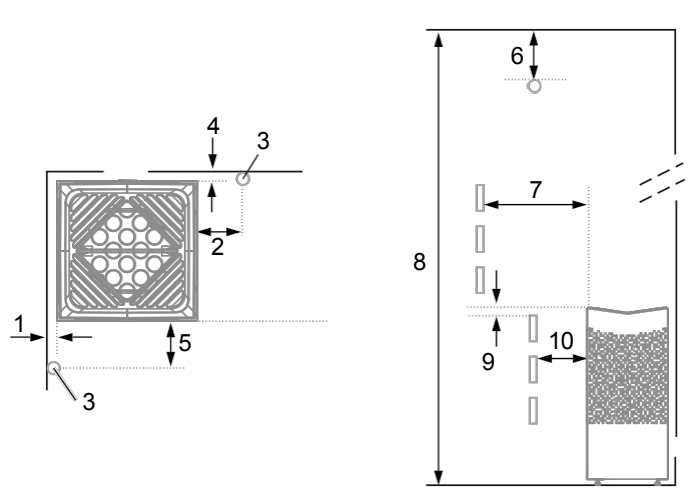
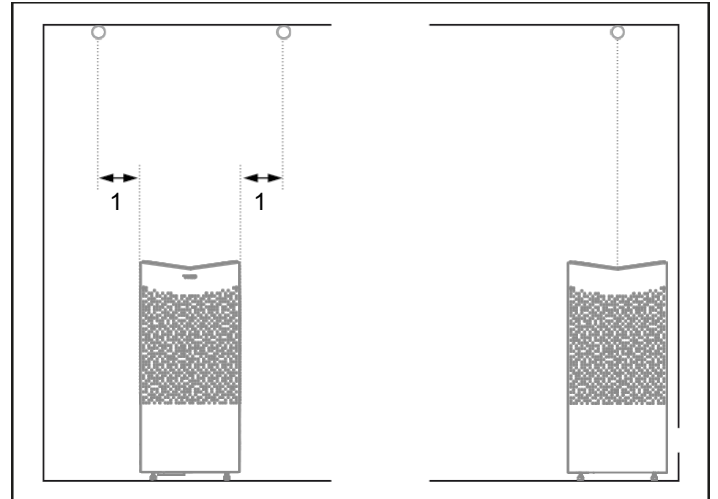

Figura 3: Posizionamento del riscaldatore - installazione normale
Figura 4: Installazione del sensore sul soffitto
- Pianificare il posizionamento del riscaldatore della sauna (vedere la sezione Posizionamento del riscaldatore - normale installazione, Figura 3).
- Pianificare il posizionamento del sensore (vedere Figura 3 e Figura 4).
- Posizionare il riscaldatore a una distanza di sicurezza dal pavimento, dalle pareti laterali e dagli arredi interni (vedere Figura 3).
Posizionare il sensore come indicato nella figura (vedere Figura 3).
Se la parete su cui deve essere installato il sensore è costituita da materiale ad alto assorbimento di calore (ad es. cemento, mattoni, ecc.) o da vetro temprato, il sensore può essere installato nel soffitto a una certa distanza dal riscaldatore, secondo la Figura 4.